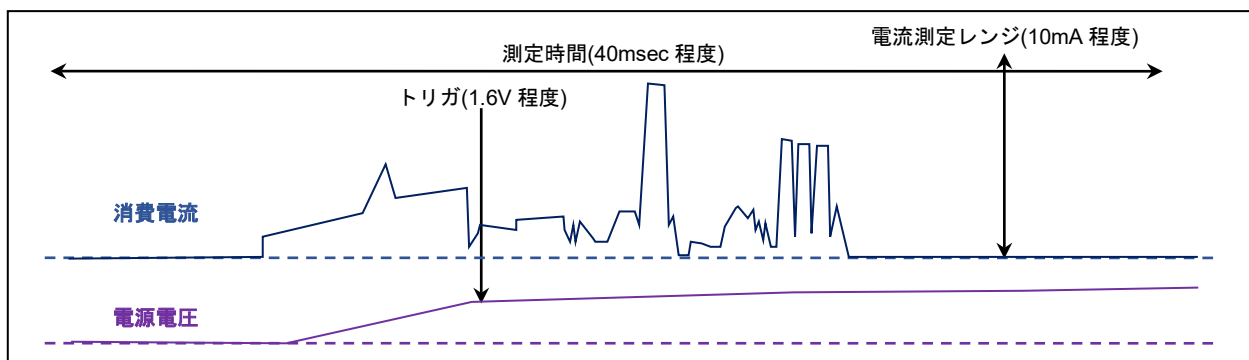

図 4-5 ビーコンアプリケーション起動時の消費電流
2. 図 4-5 を参考にオシロスコープの測定項目を設定します。